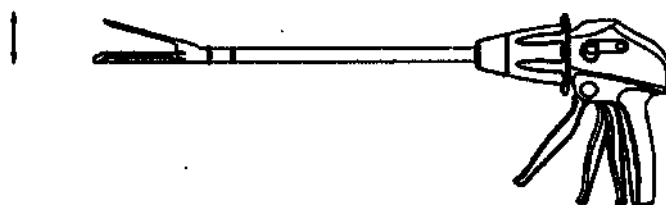

Рисунок 12
6. Нажмите кнопку возврата в исходное положение, разомкните зажим и извлеките из него ткани. Снова потяните на себя зажимную рукоятку, чтобы сомкнуть зажим и извлечь его из троакара (Рисунок 12).